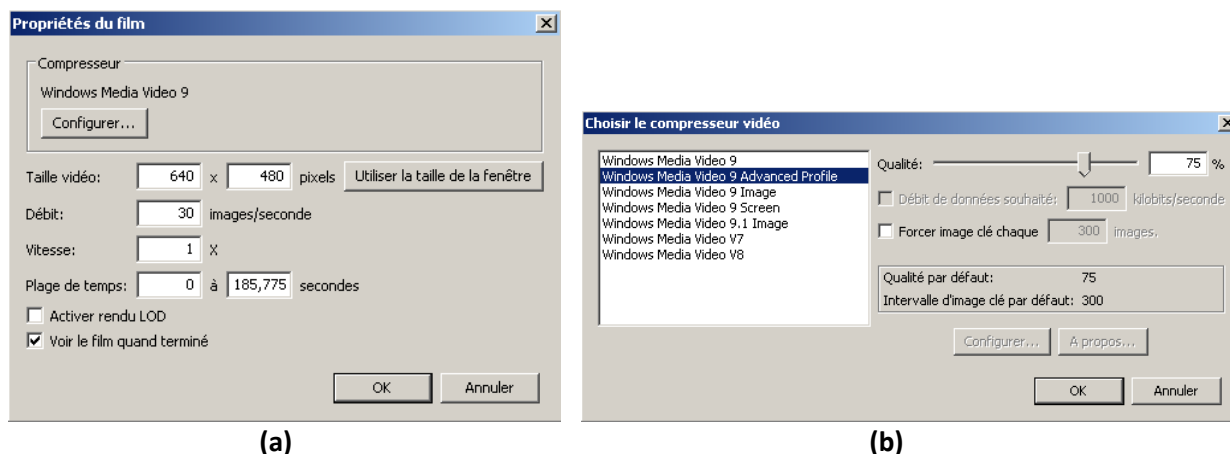

Figure 12.6 : les dialogues des options du film
3. Un dialogue affichera quelques options de création de film, comme illustré à la figure 12.6 (a). Voici les options proposées :
choisir et de configurer le codec. Si vous cliquez sur **Configurer...** un autre dialogue apparaîtra, comme illustré à la figure 12.6 (b). Dans ce dialogue, vous trouverez la liste des codecs actuellement installés sur l'ordinateur. Quelques codecs permettent de déterminer certaines propriétés, comme la **Qualité**, le **Débit de données** et l'**Image clé**. Ces propriétés contrôlent respectivement la qualité du film obtenu, la taille du fichier et la recherche de performance (la capacité à faire des sauts dans le lecteur vidéo). Certains codecs ne proposent cependant pas ces propriétés à travers ce dialogue. Pour configurer ces codecs, vous devez appuyer sur le second bouton **Configurer...** si celui-ci est désactivé.
Pour créer un film en temps réel, cliquez sur le bouton enregistrer (●). Un navigateur de fichiers vous demandera d'indiquer le nom de fichier du film. Le seul format possible pour les films en temps réel est le WMV. Une fois le nom de fichier choisi, le dialogue de configuration du codec s'affichera, comme illustré à la figure 12.6 (b). Si vous appuyez sur **OK** dans ce dialogue, l'enregistrement du film débutera. À partir de là, tout ce que l'utilisateur voit sera enregistré dans le film. L'utilisateur peut désormais modifier l'angle de la caméra, lancer ou arrêter la lecture, sélectionner des occupants, changer les réglages de la vue, etc. et tout sera enregistré dans le film. Vous pouvez mettre en pause ou arrêter le film à tout moment. Si vous mettez le film en pause, l'enregistrement s'arrêtera mais le fichier restera ouvert pour pouvoir reprendre l'enregistrement dans ce même fichier. L'utilisateur peut ainsi réaliser une action qu'il ne veut pas voir sur le film. Pour mettre en pause l'enregistrement, cliquez sur le bouton pause (⏸). Pour reprendre l'enregistrement, cliquez sur le bouton reprendre la lecture (▶). Arrêter le film mettra fin à l'enregistrement et empêchera tout enregistrement ultérieur sur le fichier. Pour arrêter l'enregistrement, cliquez sur le bouton arrêter le film (⏹).